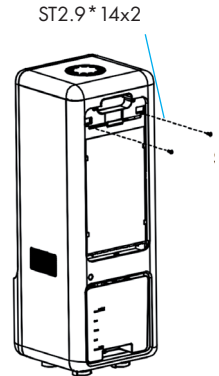

Imagen 3
- Desenrosque los 2 tornillos ST2.9* 14 (ver imagen 3).